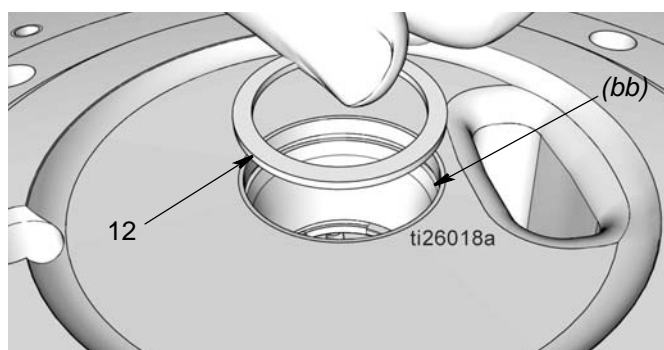

FIG. 31
- b. Verificare che l'anello di sicurezza (51) sia in posizione sul lato della base della pompa (1).
- c. Installare il distanziale (12) mostrato in FIG. 31.